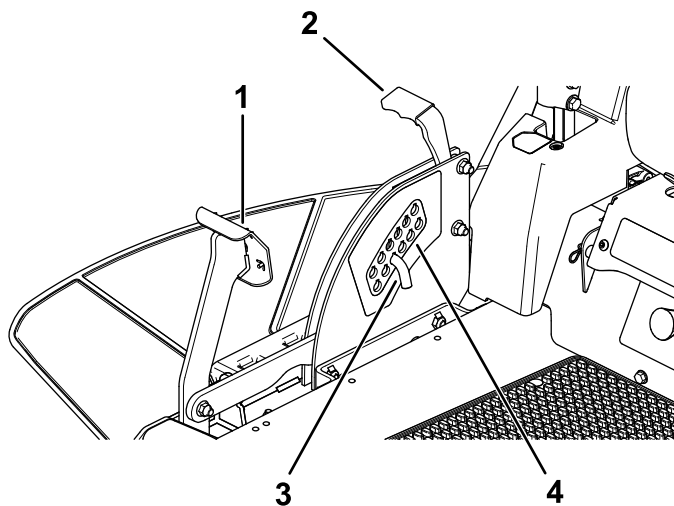

Figure 28
1. Appuyez sur la pédale de commande du plateau de coupe avec le pied et levez le plateau à la position du verrou de transport (qui est aussi la position de hauteur de coupe de 114 mm), comme montré à la Figure 28.
2. Pour changer de hauteur de coupe, retirez la goupille du support de hauteur de coupe (Figure 28).
3. Insérez la goupille dans le trou du système de hauteur de coupe correspondant à la hauteur de coupe voulue (Figure 28).